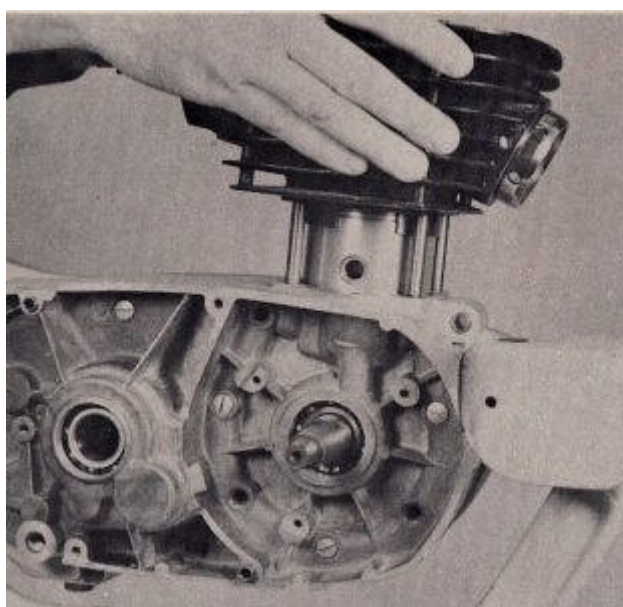

FIG. 86
16. Ubique el cilindro, y si está sucio, límpielo. Si el cilindro es de aburrimento antes de la instalación final en el motor, hacerlo ahora, antes de hacer esta comprobación. Instale el cilindro sobre el pistón (Fig. 86). Esto será bastante fácil ya que no hay anillos en el pistón. Empuje el cilindro hacia abajo hasta que quede bien acoplado con el cárter.